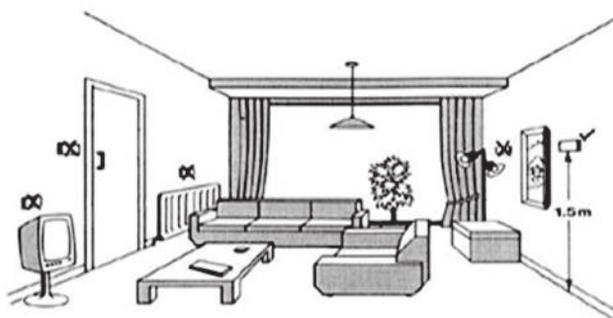

Рисунок 18 - Установка в помещении комнатного термостата или датчика температуры воздуха
4.4.2 Устанавливать датчик температуры предпочтительнее в жилых помещениях. Место установки датчика согласно рекомендациям – см. рисунок 18. Не рекомендуется устанавливать датчик температуры рядом с климатической техникой, на сквозняках. Исключить попадание прямых солнечных лучей на датчик.